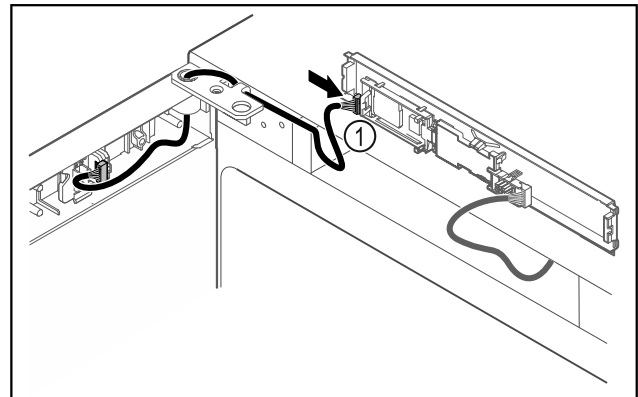

Fig. 40
- ▶ Zapojte zástrčku Fig. 40 (1) na doske plošných spojov.